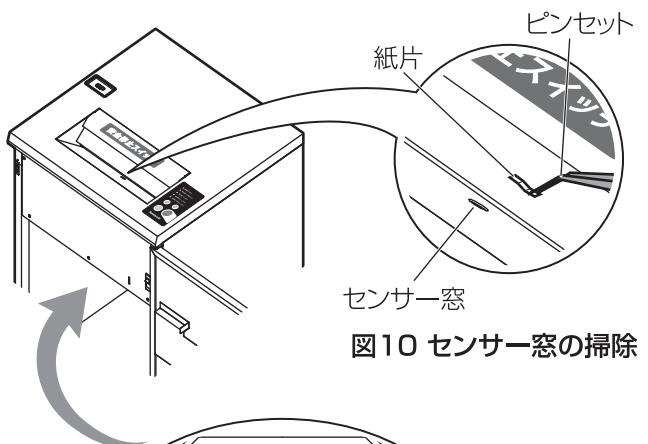

図10 センサー窓の掃除
●細断が終了しても刃物が止まらない ・投入口④に細断紙片が残っていないませんか?.....投入口④のセンサー窓に残っている細断紙片を、ピンセット等を使って 取り除いてください。.....P5 図1/P15 図10